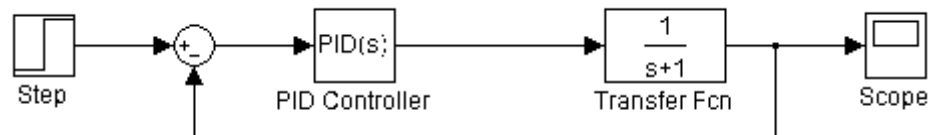

Рис. 1.1
2.1. Запустите пакет Simulink. Соберите схему моделирования, представленную на рис. 1.1.
5.3. Определите критический коэффициент усиления регулятора K_u и период колебаний T_u . Для этого воспользуйтесь схемой моделирования на рис. 1.1. Введите передаточную функцию в блок Transfer Fcn и установите в блоке PID Controller $P = 1, I = D = 0, N = 100$. Запустите процесс моделирования. Увеличивайте коэффициент усиления пропорциональной составляющей P и наблюдайте за реакцией системы в блоке Scope до тех пор, пока не возникнут незатухающие колебания. После этого зафиксируйте значение $K_u = P$ и определите период колебаний T_u .
8.1. Соберите схему моделирования, представленную на рис. 1.1. Введите в блок Transfer Fcn передаточную функцию объекта управления. Установите в блоке PID Controller следующие численные значения параметров регулятора: P=1, I=D=0. Остальные настройки оставьте по умолчанию.